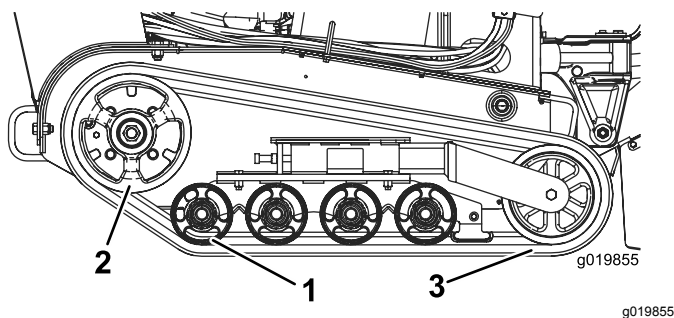

図 46
**重要** 走行ホイールと駆動ホイールも完全に洗浄してください 図 46。洗浄されているロードホイールは自由に回転します。
8. 駆動ホイールからスタートして、新しいクローラをホイールに巻きつけるようにして取り付けるクローラについている爪がホイールの溝にはまるように取り付けること 図 46。
9. 後ロードホイールと中央ロードホイールの下と間にクローラを押し込むようにして取り付ける 図 46。